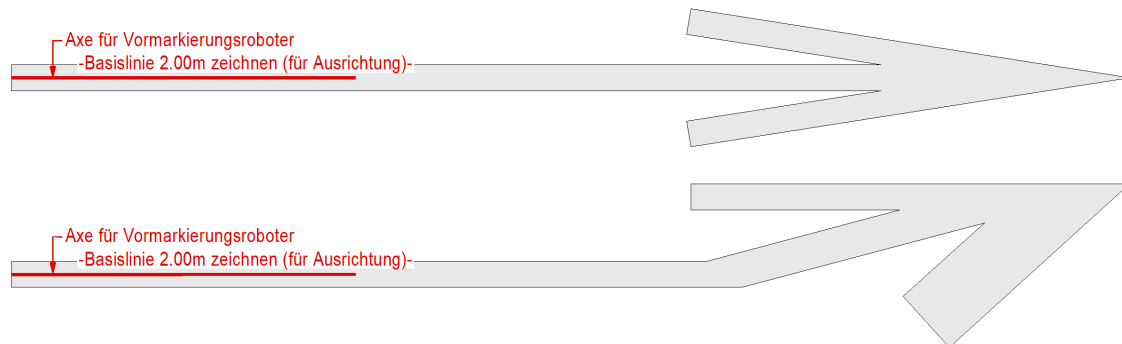

Abbildung 1 Einspur- und Richtungspfeile
- Zur Ausrichtung der Pfeile muss für den Vormarkierungsroboter eine Basislinie von 2.00m aufgebracht werden (Abbildung 1)